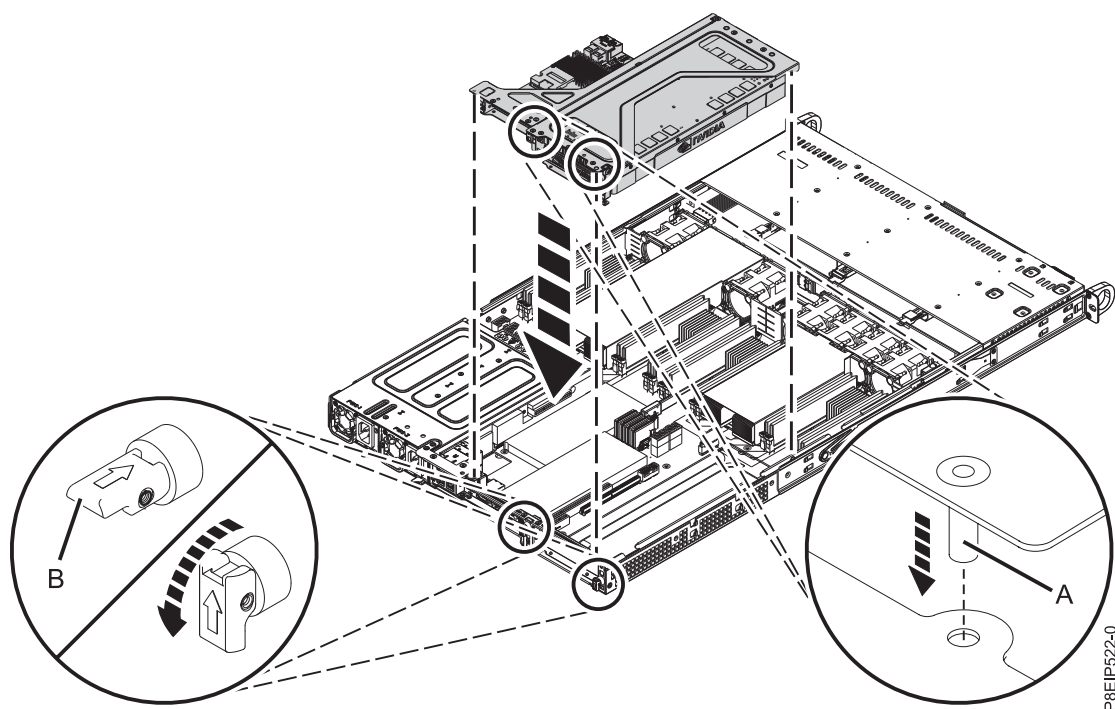

図 26. PCIe ライザーの再取り付け
3. PCIe アダプター・ライザーとそれに収容されているカードをシステム・バックプレーンにはめ込みます (30 ページの図 26 を参照)。
- a. PCIe ホルダー解放ピン (B) が引っ込められ、矢印がシステムの方を指していることを確認します。
- b. 位置合わせピン (A) とスロットを使用して、ライザー・カードを正しく挿入し、カバーを再取り付けします。